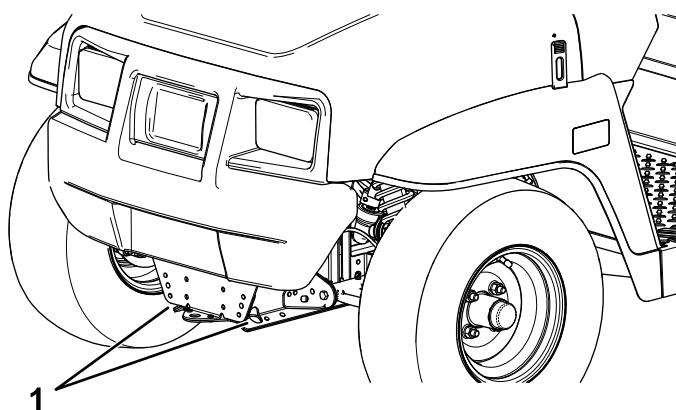
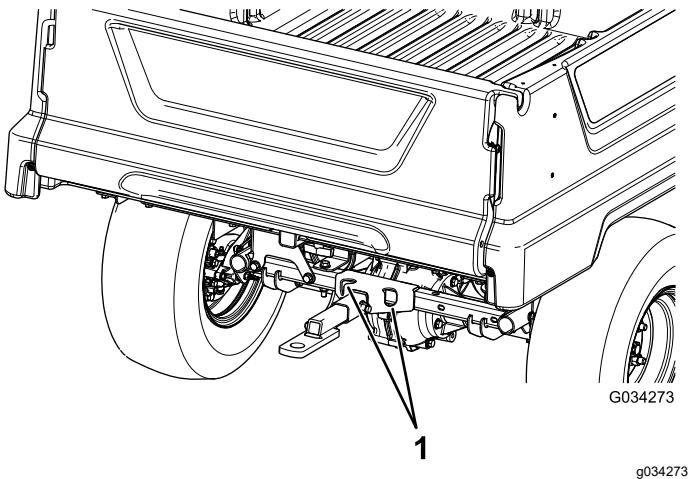

Figure 19
Figure 20
L'emplacement des points d'arrimage sur la machine est indiqué à la Figure 19 et la Figure 20.
2. Attachez un câble de remorquage à la flèche d'attelage à l'avant du cadre de la machine (Figure 19).